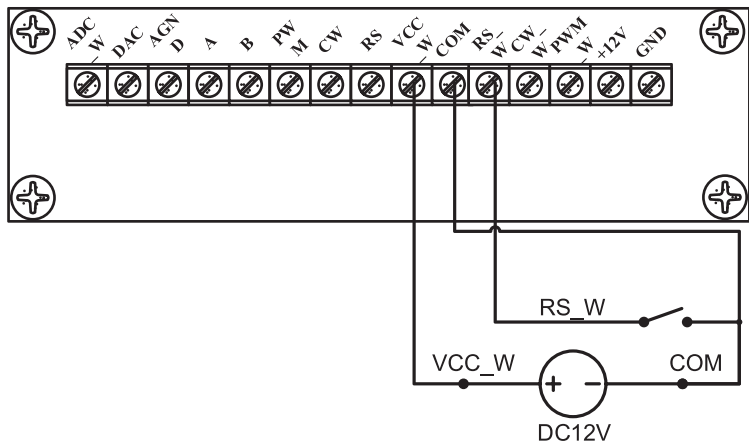
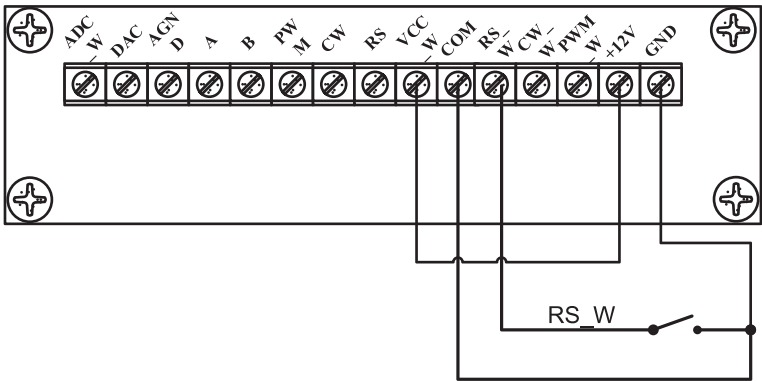

图16 电平模式外部12V供电接线图
图17 电平模式内部12V供电接线图
- 在切断电源状态下，参照图16或图17，接好电路，将DB15接口连接到泵的背部接口上。